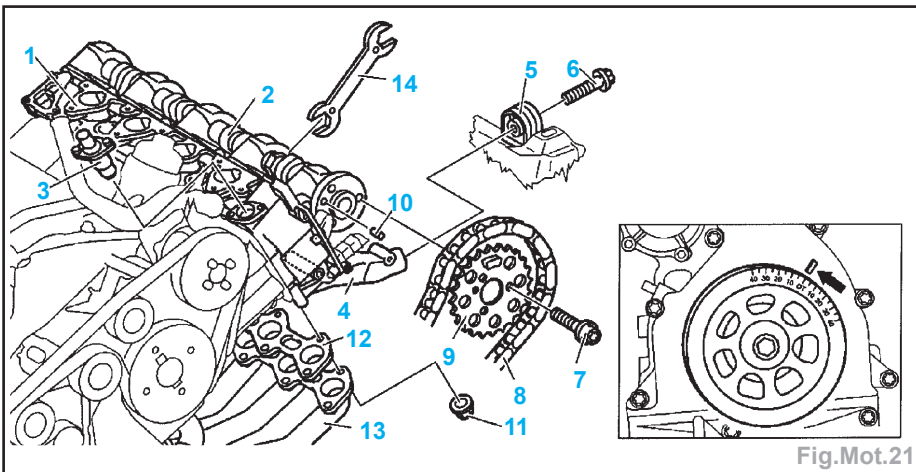

Fig.Mot.21
- Démonter de la culasse (1), l'ensemble collecteur d'échappement-catalyseur (13) (Fig.Mot.21).